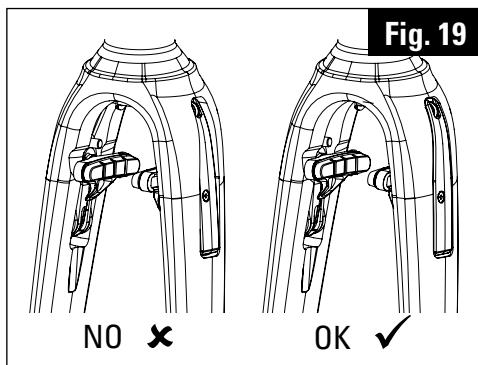

Fig. 19
- 9 / Sujete el cable con el tornillo prisionero de manera que las dos palancas externas equipadas con sus tapas estén aplomadas con la horquilla (Fig.19). Es posible afinar el ajuste con la moleta del tensor (cf. **manual del manillar ADH2**).